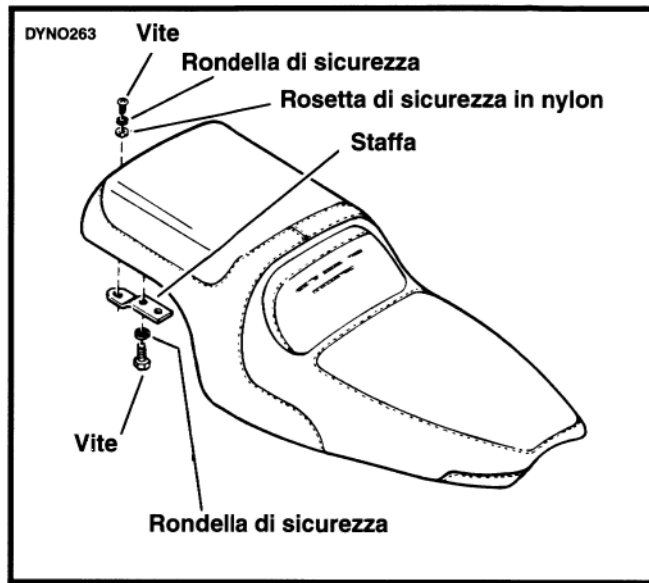

Figura 51. Hardware del sedile e di montaggio (tipico)
1. Vedere la figura 51. Rimuovere la vite e la rondella dalla staffa del sedile posteriore.